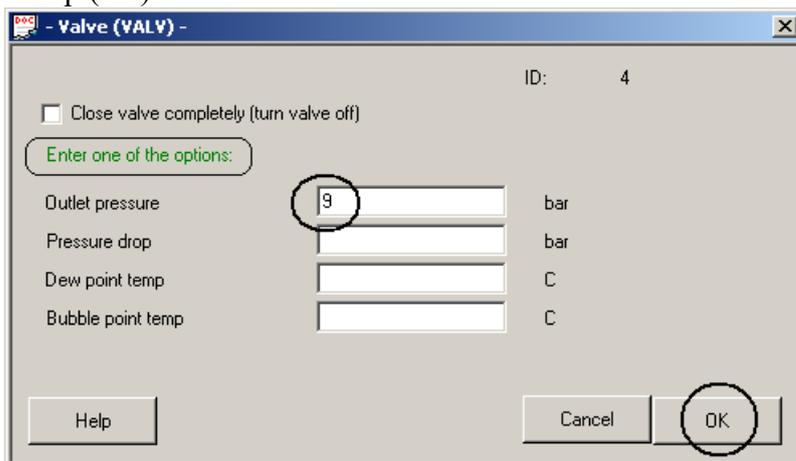

Рис. 3. Настройка клапана ID №4.
6. Для клапана. (См. Рис. 3). Давление на выходе из клапана соответствует **9** бар (bar). В окне ввода параметров в поле **Outlet pressure (Давление на выходе)** ввести значение **9** бар (bar).